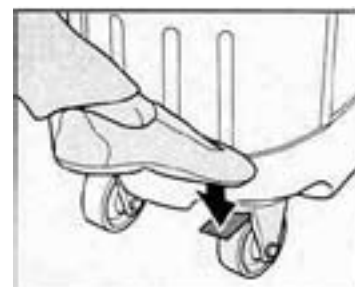

Abb. 5
- Um ein Wegrollen zu verhindern, betätigen Sie die Feststellbremse (Abb. 5)